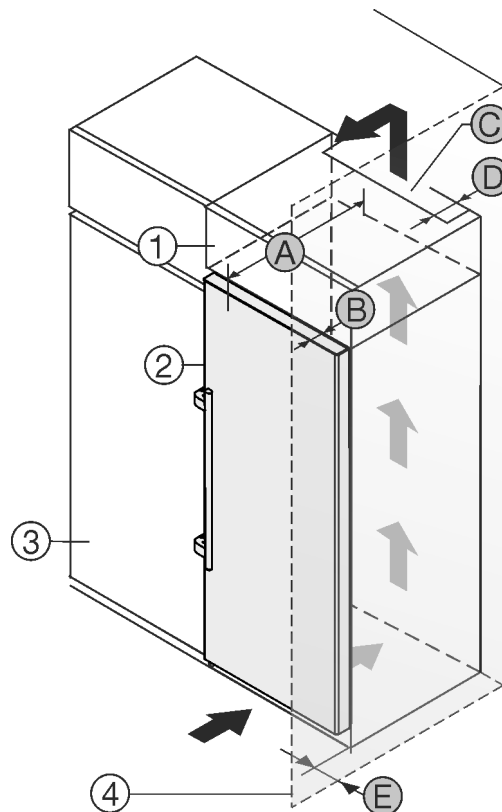

Fig. 1
A készülék közvetlenül a konyhaszekrény Fig. 1 (3) mellé állítható.
A rátétszekrény hátoldalán egy megadott mélységű Fig. 1 (D) szellőzőaknát kell kialakítani a rátétszekrény teljes szélességében.
A mennyezett alatt be kell tartani a szellőző keresztmet-szetet Fig. 1 (C).
Ha a készüléket a zsanérjaival a fal Fig. 1 (4) mellé állítja fel, legalább 57 mm távolságot kell tartani a faltól. Ez a fogantyú túlnyúlásának felel meg, amikor kinyitja az ajtót.
Ahhoz, hogy az ajtót teljesen ki tudja nyitni, a készüléknek a konyhaszekrény elülső oldalához képest legalább az ajtó mélységének Fig. 1 (B) megfelelően ki kell állnia. A konyhaszekrények Fig. 1 (3) mélységétől és a fali távtartók használatától függően a készülék nagyobb mértékben is túllóghat előrefelé.